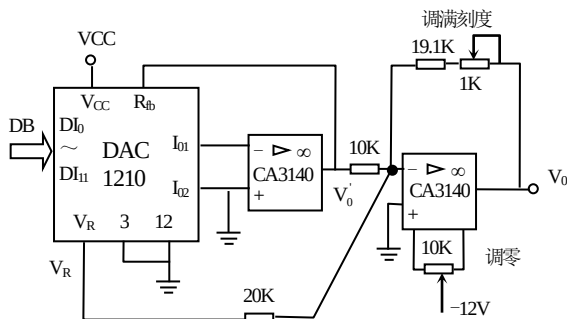

图9.19
(3) 能进行零点和满度调节的外接模拟量输出电路如图 9.19 所示。